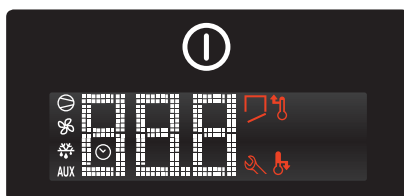
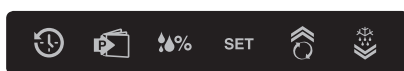

Fig. 1
Fig. 2
I den digitale termostat er der indbygget en tast, der giver mulighed for at tænde og slukke for apparatet (fig.1), og 6 taster der giver mulighed for at betjene og programmere instrumentet (se fig. 2).
C.1.1.2 Tasterne på kontrolpanelet (fig. 2)
Den digitale termostat har et elektronisk display med 3 cifre og syv **ikoner** til signalering (se fig.1)